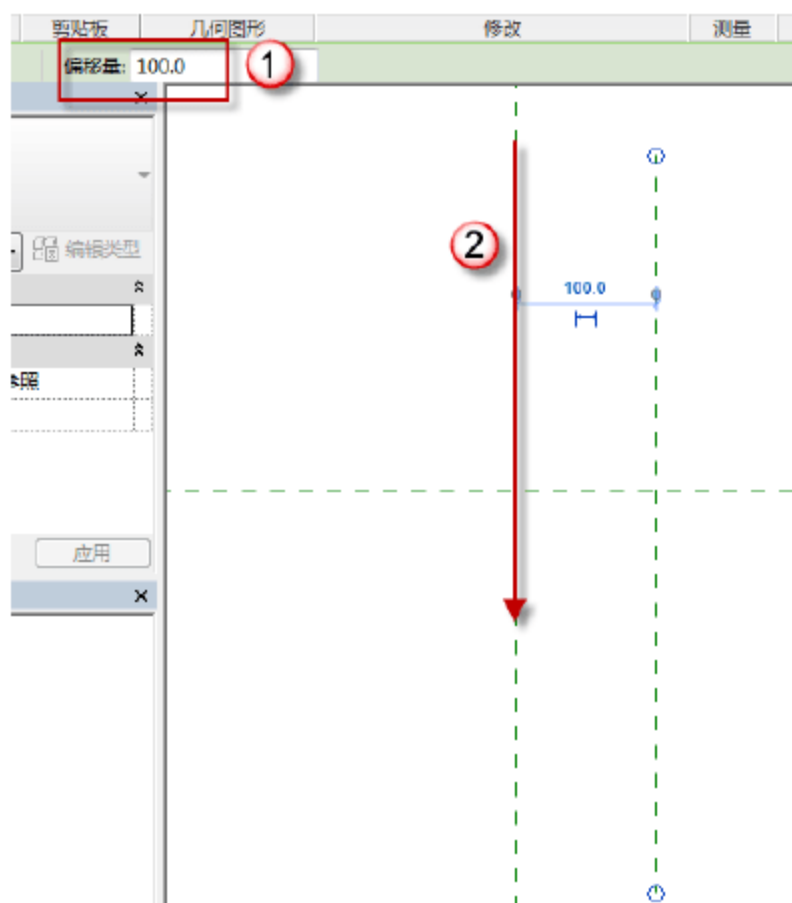

图 9.2.60 绘制辅助线
(17) 绘制“200mm宽地沟”的辅助线。按快捷键 R+P,在“偏移量”后输入“100”字样,然后绘制辅助线,如图9.2.60所示。